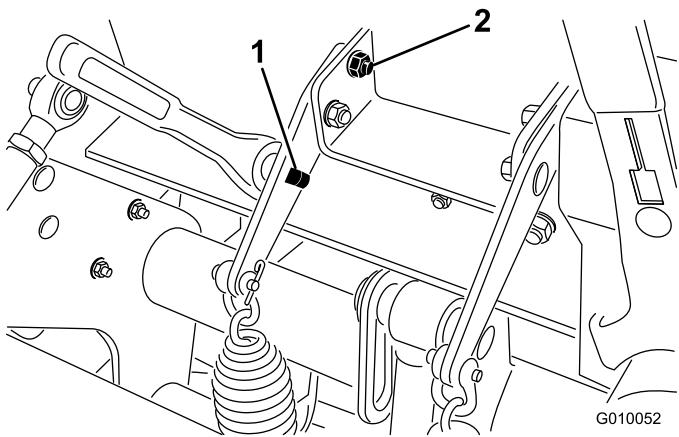

図 37
2. スプリングプレートの四角い穴に $1/2''$ のラチェットまたはバールを差し込む（図 37）。